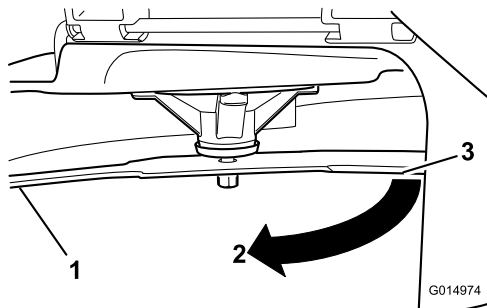

Figura 60
3. Distanza misurata tra la lama e la superficie (A)
4. Ruotate la stessa lama di 180 gradi in modo che il tagliente opposto si trovi ora nella stessa posizione (**Figura 60**).